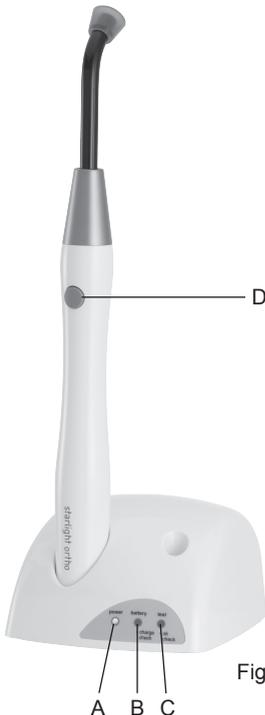
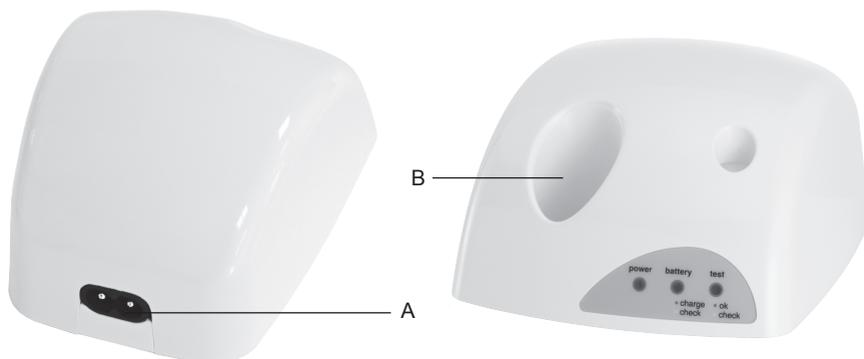

Fig. 4
Fig. 5
- ⚠ PERICOLO:** Non mettere in cortocircuito i contatti elettrici della stazione di ricarica con oggetti metallici (Fig.5 - Rif.B) ne toccare con le mani quando l'apparecchio è acceso.
Descrizione comandi (Fig. 4):
- 2 Inserire il cavo di alimentazione energia elettrica (Fig.3 - Rif.E) nella connessione posta sul retro dell'apparecchio (Fig.5 - Rif.A) e quindi nella presa a muro. Led verde power acceso (Fig.4 - Rif.A).
- 1 Inserire il manipolo dentro la sede della stazione di ricarica (Fig.5 - Rif.B). Il led verde battery si accende (Fig.4 - Rif.B).
L'accensione del led giallo battery (check), posizionato sulla stazione di ricarica, indica un guasto nella batteria (Fig.4 - Rif.B).
- Premere brevemente il pulsante sul manipolo (Fig.4 - Rif.D) per iniziare il ciclo di esposizione da 5 sec. Viene emesso un segnale acustico (1 beep).
Al termine del trattamento, riporre il manipolo Starlight ortho nella stazione di ricarica (Fig.5 - Rif.B).